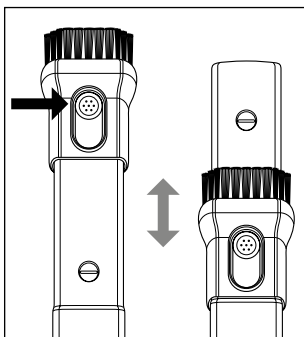

Fig. 3
- ◆ Per regolare la bocchetta aspiratrice 2-in-1 12 mantenere premuto il pulsante della bocchetta spazzola. Se si desidera usare la bocchetta spazzola, far scivolare in avanti la bocchetta spazzola. Se si desidera usare la bocchetta per giunti, far scivolare all'indietro la bocchetta spazzola (vedere fig. 3).